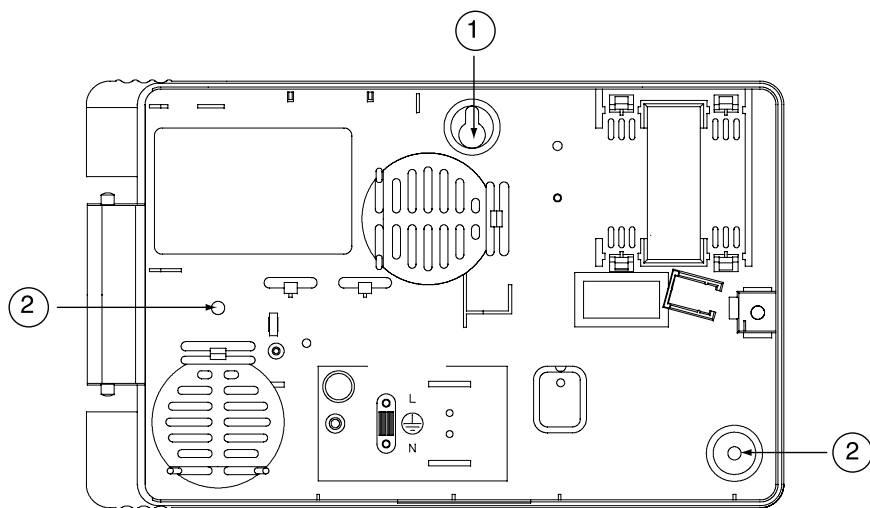

Figura 5. Posizioni dei fori di montaggio
4. Porre il contenitore contro la parete e contrassegnare la posizione del foro centrale (vedi Figura 5).
7. Contrassegnare la posizione degli altri fori di fissaggio sulla parete (2 in Figura 5).